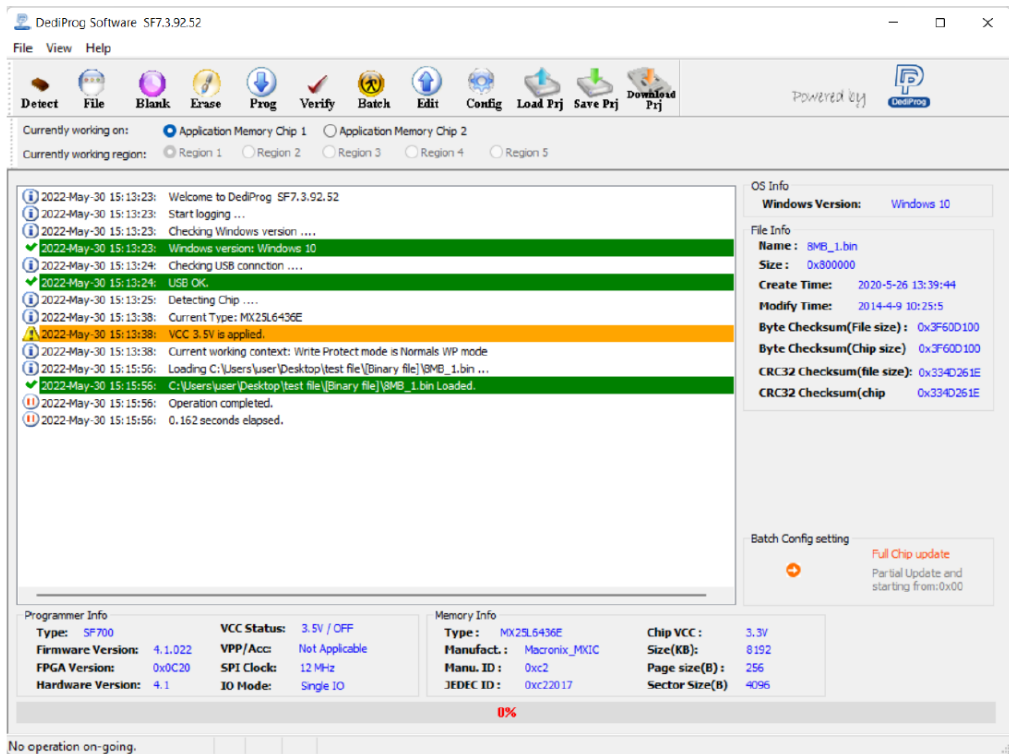
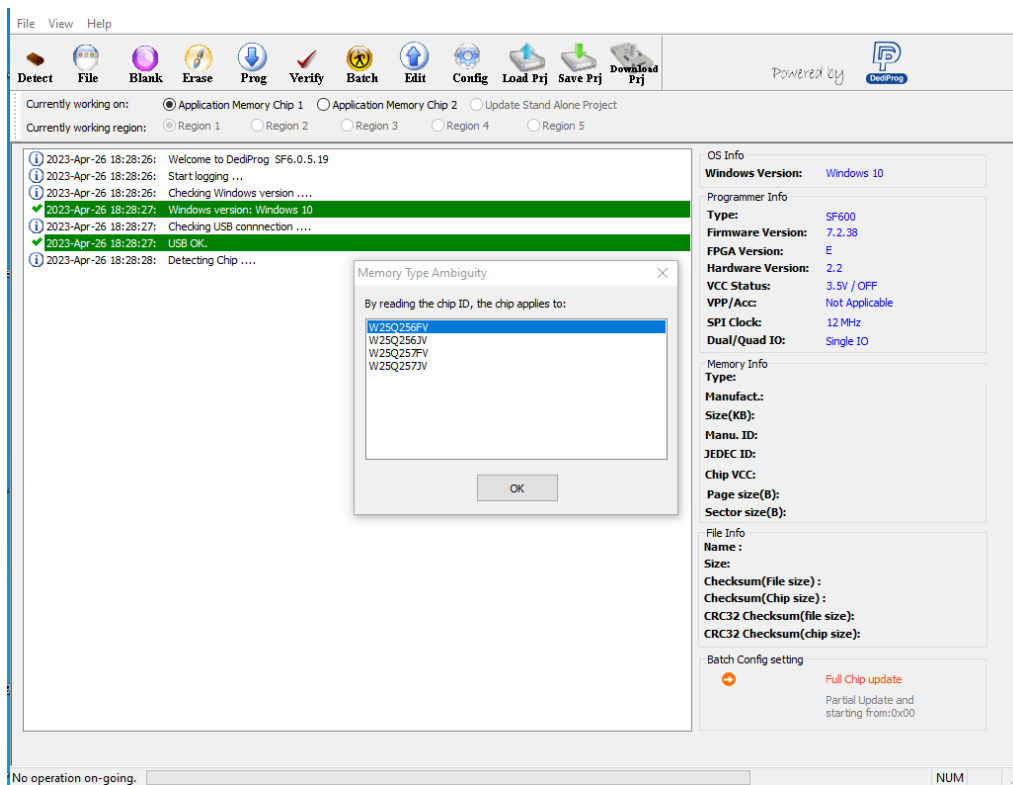

Рис. 1 – Окно программы DediProg SF
Рис. 2 – Окно «Memory Type Ambiguity»
- 5) Запустите программу DediProg SF (см. рис. 1), после запуска произойдет автоматическое детектирование микросхемы и в окне программы, из предложенного списка, необходимо **правильно указать модель микросхемы для прошивки** (см. рис. 2), на текущий момент это модель - WINBOND 25Q256JVFQ.
По завершению выбора модели микросхемы, в окне (см. рис. 1) появятся сообщения: «Detecting Chip», «Current Type: W25Q256JV», «VCC 3.5V is applied.»
7) Для программирования микросхемы нажать кнопку «Watch». Пойдет процесс программирования микросхемы (который занимает около двух минут) с отображением состояния в окне программы на рис. 1.